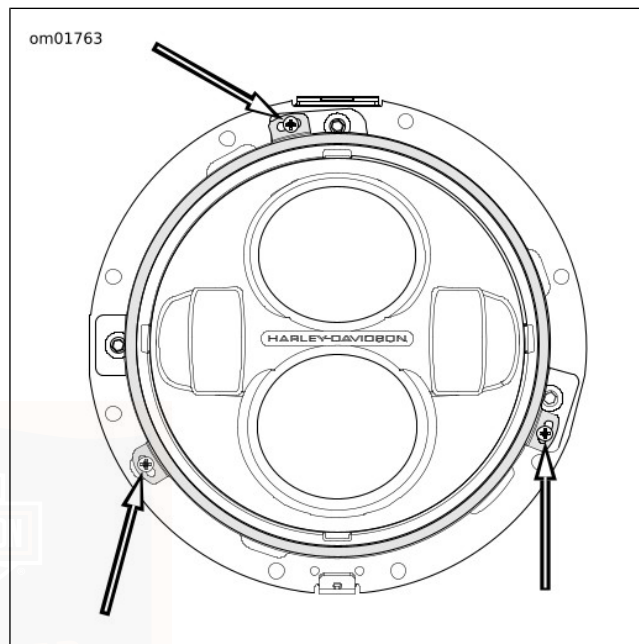

Figure 69. Vis de retenue du phare
3. Voir Figure 69. Retirer les vis d'attache de l'anneau de retenue.